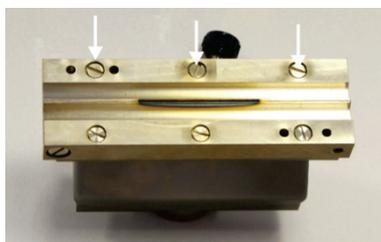

Fig. 48 Tornillos en la mordaza frontal
1. Desatornille los tornillos de la mordaza frontal del mechero (flechas en Fig. 48).